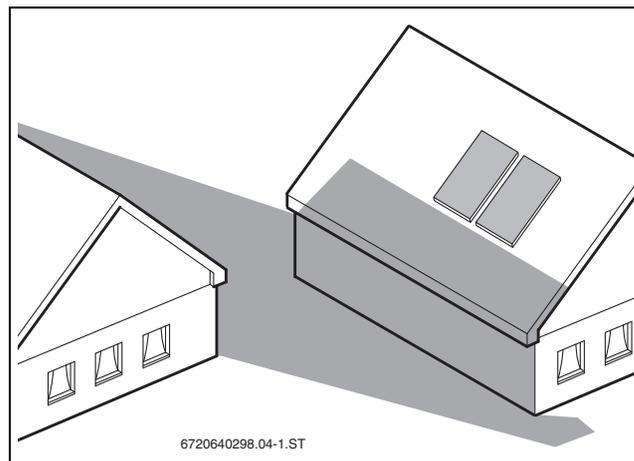

Fig. 11
- Evitar las posibles sombras (→ fig. 11).